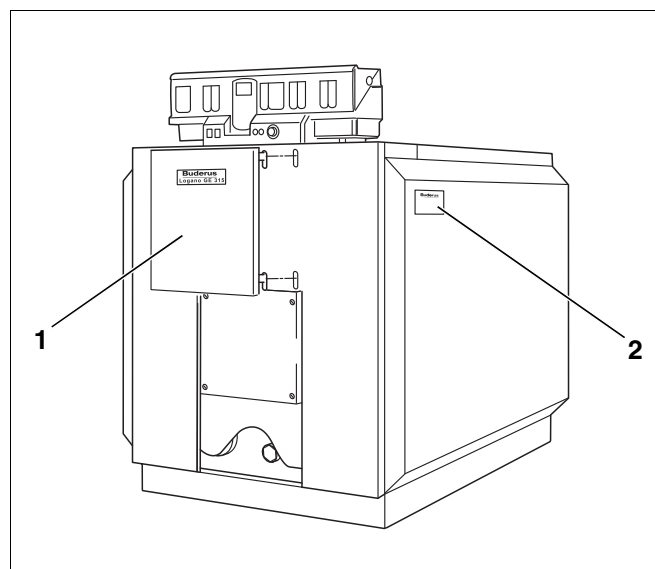

Fig. 42 Aggancio dello schermo della porta del bruciatore
- ▶ Agganciare lo schermo della porta del bruciatore nei ritagli del pannello anteriore (fig. 42, [1]).
- ▶ Fissare la targhetta dati (fig. 42, [2]) sul pannello laterale destro o sinistro, a seconda delle condizioni di installazione.